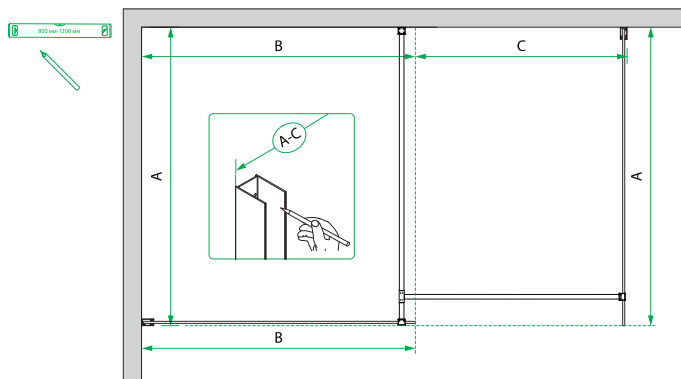

Рис. 4/4-сур.
1. Рекомендуем устанавливатьлицевую душевую перегородку на том же расстоянии от задней стены, что и ширина боковой душевой перегородки. Произведите предварительную разметку установки изделия (рис. 4). Место установки монтажа боковой перегородки определите исходя из размера В и желаемого размера входа С.